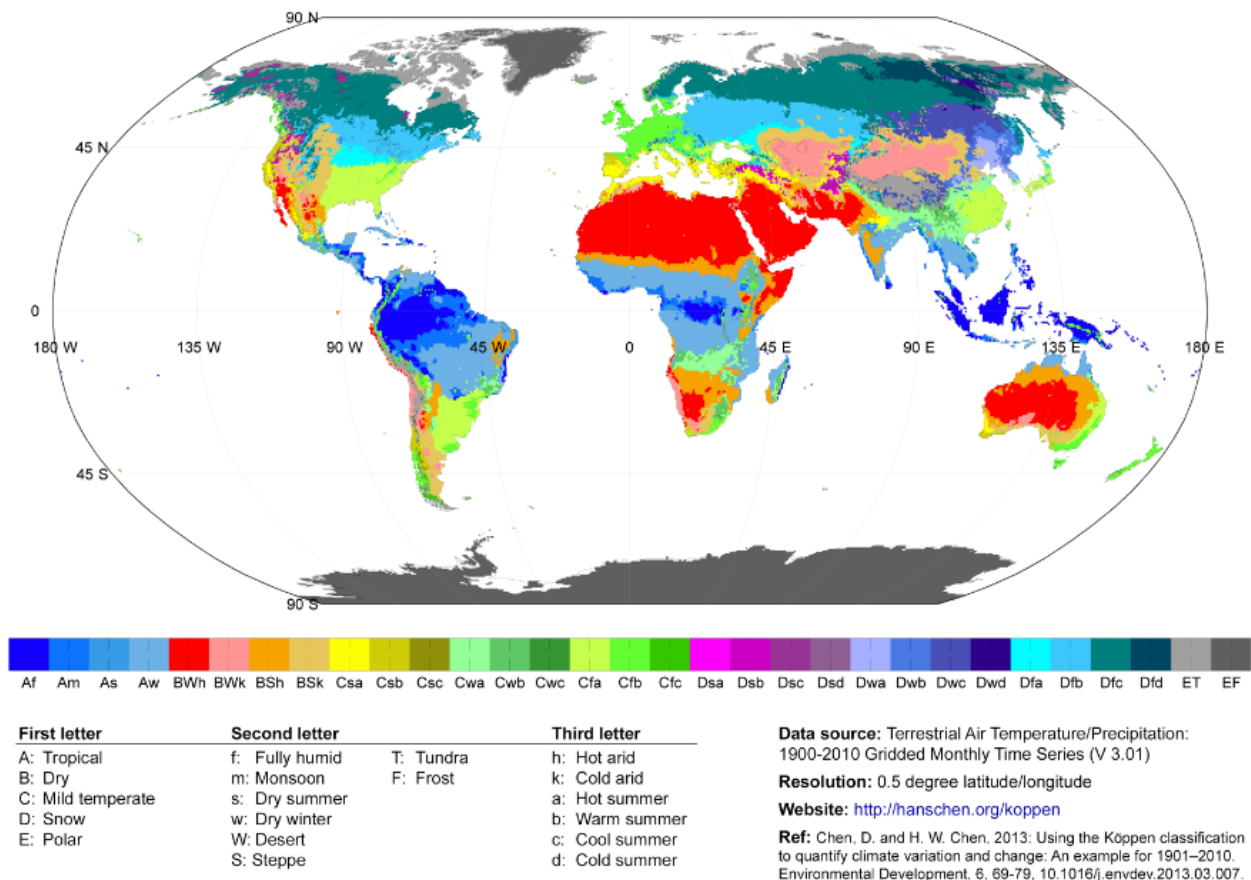

Figura A.2 Distribuição espacial dos tipos climáticos de Köppen para o período de 1901 a 2010
-A temperatura operacional é influenciada por distância mínima entre a parte inferior do módulo e a superfície do telhado ou da parede. A distância está relacionada com a clima. A Figura A.2 mostra a distribuição das áreas climáticas de os tipos climáticos de Köppen para o período de 1901 a 2010. Em todas as regiões climáticas, exceto na área de BWh, o A distância mínima deve ser de 10,2 cm (4,0 polegadas). Se você Você deseja determinar uma distância específica em seu projeto? Se você estiver localizado na área climática BWh, entre em contato. Equipe de assistência técnica da Canadian Solar. Para mais informações. Para obter informações sobre os tipos climáticos de Köppen, consulte [link para a documentação] para <http://hanschen.org/koppen>.